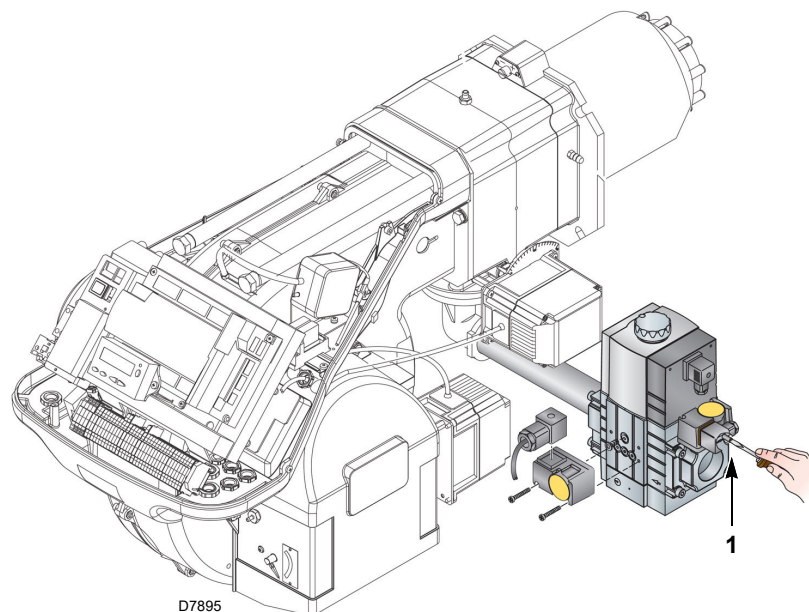

Fig. 27
- Controlar la presión de la alimentación de gas conectando un manómetro en la toma de presión 1)(Fig. 27) del presostato gas de mínima: debe ser inferior a la presión máxima permitida de la rampa de gas, que figura en la placa de características.
- Purgar el aire de la tubería de la rampa de gas conectando un tubo de plástico en la toma de presión 1)(Fig. 27) del presostato gas de mínima. Llevar hacia el exterior del edificio el tubo del purgado, hasta que se huela el gas.